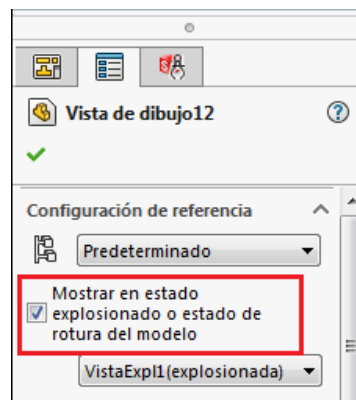
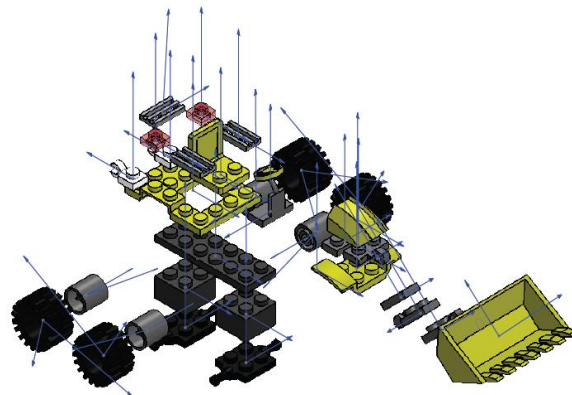

Ilustración 183
Ilustración 184
Paso 2: Si al insertarlo no se muestra explosionado se da clic en **Configuración de referencia**, ubicado en el gestor de diseño y en la opción seleccionada en el recuadro rojo (ver ilustración 183), al finalizar se obtendrá el plano (ver ilustración 184).